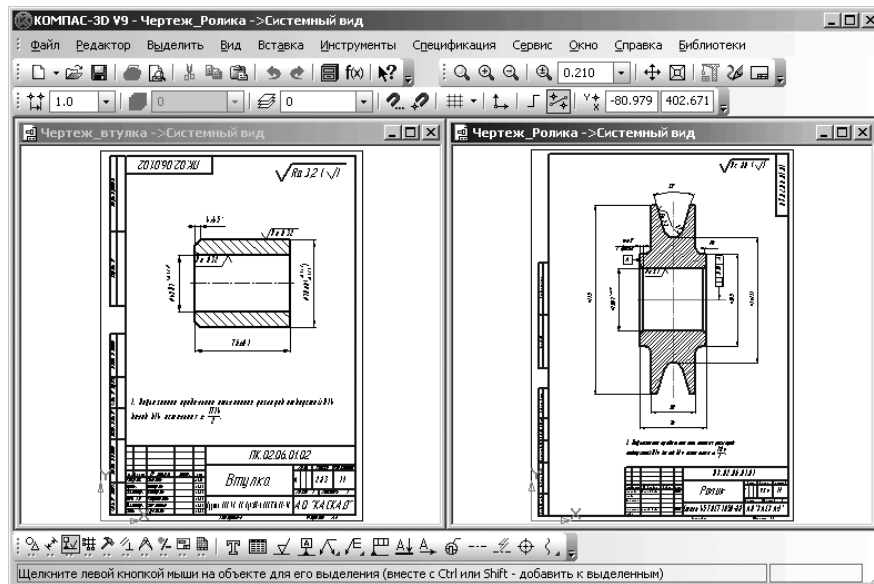

Рис. 6.2. Представление чертежа **Ролика** в увеличенном масштабе
- нажмите функциональную клавишу **F9** для показа чертежа ролика во весь экран по центру. Возможное состояние чертежа ролика показано на рис. 6.2.